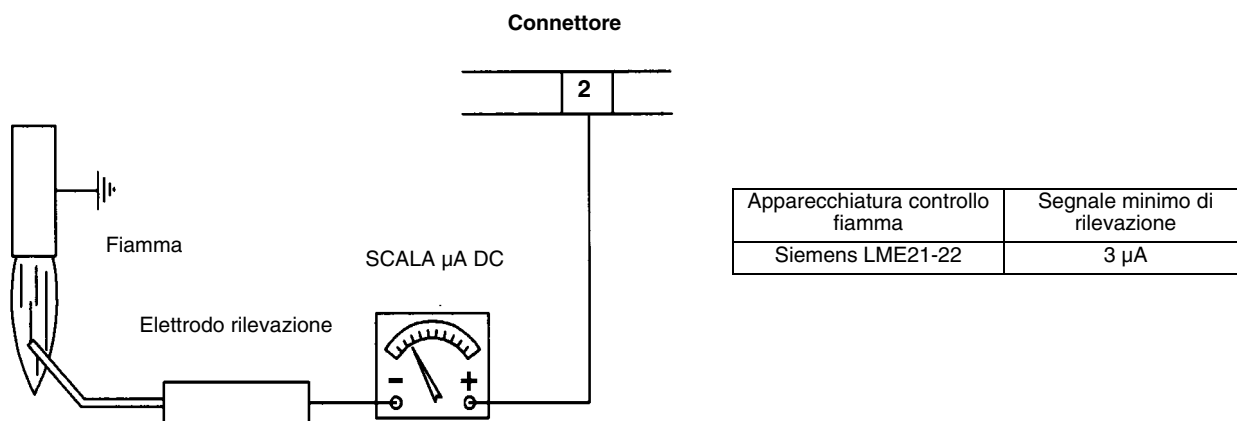

Fig. 47
- Esame elettrodi di accensione e di rilevazione, pulizia, eventuale registrazione e se necessario sostituzione (vedi pag. 29). In caso di dubbio verificare il circuito di rilevazione, dopo aver rimesso in funzione il bruciatore, seguendo lo schema in Fig. 47.
Nel caso in cui il bruciatore vada in blocco, eseguire i seguenti controlli. Per misurare il segnale di rilevazione seguire lo schema in Fig. 47. Se il segnale è inferiore al valore indicato, verificare la posizione dell'elettrodo di rilevazione, i contatti elettrici ed eventualmente sostituire l'elettrodo di rilevazione.